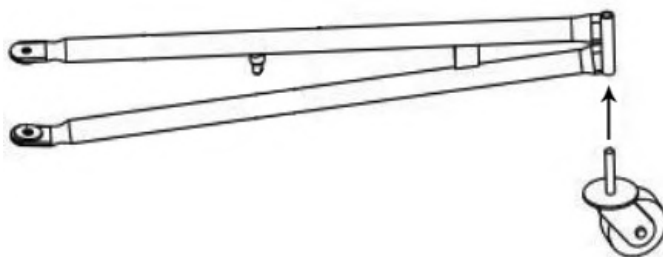

Figure 12
- Fixez les roues pivotantes sur les trois pieds comme indiqué à la Fig. 12.
- Fixez l'assemblage de la roue à l'assemblage du cadre avec la rondelle Ø10 et les vis M10x20 comme indiqué dans la Fig. 12.